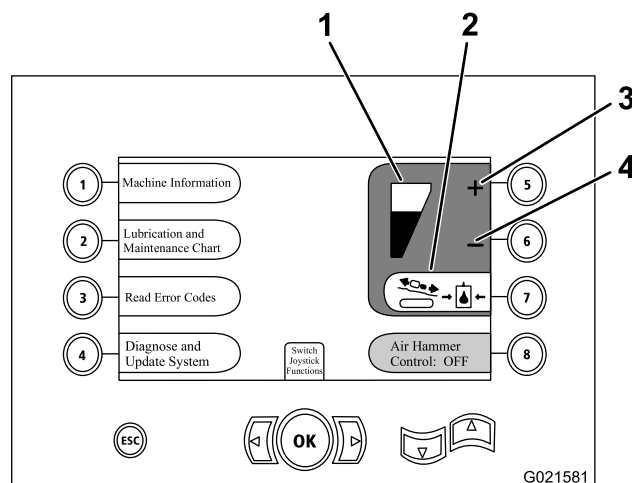

Figure 69
- Appuyez sur le bouton 5 sur l'écran pour réduire la pression du chariot (**Figure 69**).
- Appuyez sur le bouton 6 sur l'écran pour augmenter la pression du chariot (**Figure 69**).
Remarque: L'indicateur de pression (**Figure 69**) monte ou descend selon que vous augmentez ou réduisez la pression du chariot.
2. Augmentez ou réduisez la pression du chariot comme suit : (**Figure 69**).